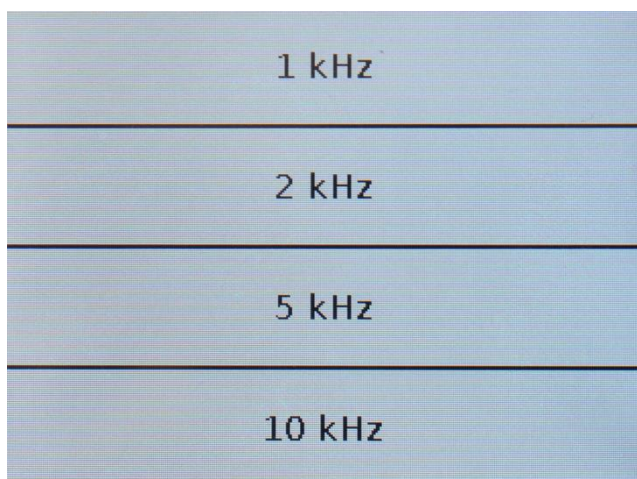

Рисунок 9.5 – Выбор полосы пропускания ПЧ в меню BW
9.2.5. В меню **BW** (Рисунок 9.5) осуществляется выбор полосы пропускания цифрового фильтра ПЧ. Чем уже полоса пропускания цифрового фильтра, тем выше точность измерения и соотношение сигнал / шум. При этом возрастает время сканирования.